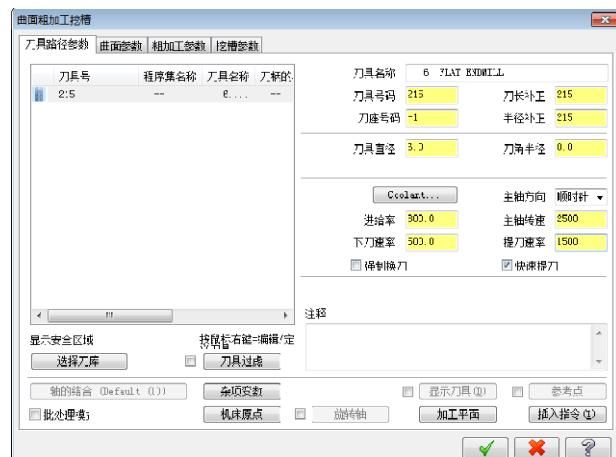

图 2-78 设置刀具路径参数
③ 设置刀具路径参数。在弹出的“曲面粗加工挖槽”对话框中的“刀具路径参数”选项卡中单击“选择库中刀具”按钮，选取直径为6mm的平底刀，设置进给率为800，下刀速率为500，主轴转速为2500，提刀速率为1500，如图2-78所示。